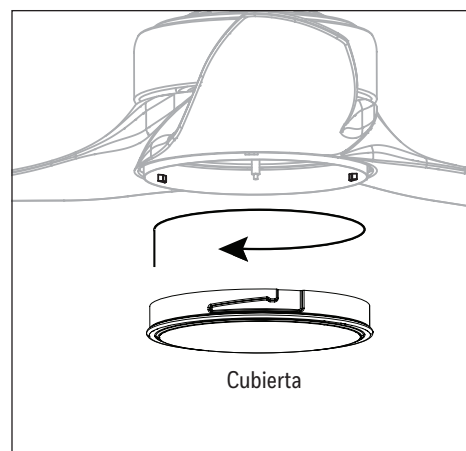

Figura 5.5
5. Fije la cubierta girando la cubierta firmemente en dirección de las manecillas del reloj hasta que esté segura. **PRECAUCIÓN:** evite enroscar la cubierta durante la instalación. Una instalación incorrecta podría hacer que la cubierta sea difícil de retirar o hacer que se caiga, lo que podría causar lesiones graves (Figura 5.5).